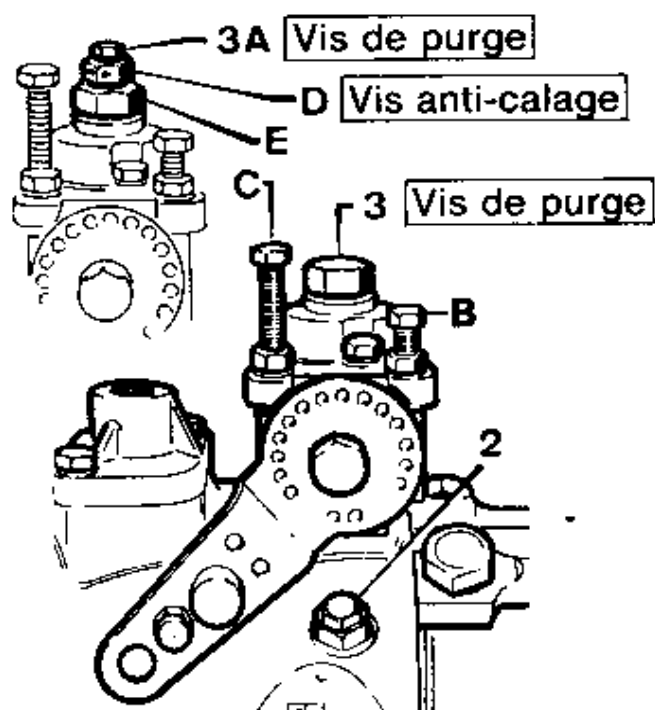

Fig. 20 —
- Desserrer la vis de purge (3) ou (3A, fig. 20) située à la partie supérieure de la pompe d'injection.
- Desserrer la vis de purge (2) située sur la tête hydraulique de la pompe d'injection.